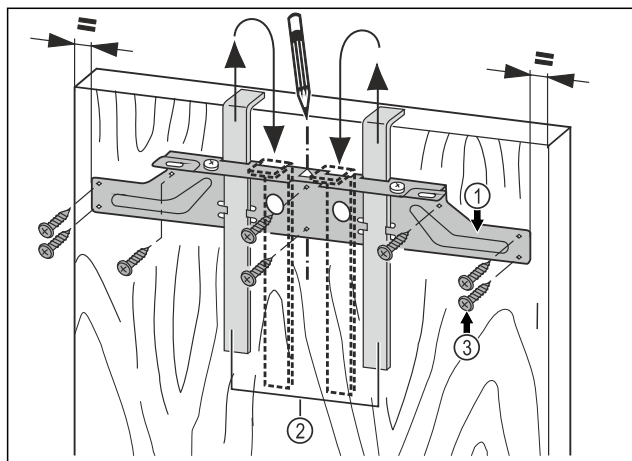

Fig. 45
- Upevňovací příčník Fig. 45 (1) zavěste pomocí montážních pomůcek Fig. 45 (2) na vnitřní stranu nábytkových dvířek.
- Upevňovací příčník Fig. 45 (1) vyrovnejte středově vůči dvířkům.
- Upevňovací příčník Fig. 45 (1) přišroubujte minimálně 6 šrouby Fig. 45 (3).
- Upevňovací příčník Fig. 45 (1) přišroubujte 4 šrouby Fig. 45 (3) na okraji.
- Montážní pomůcky Fig. 45 (2) vytáhněte směrem nahoru a zasuněte je obráceně do sousedních upínacích otvorů.